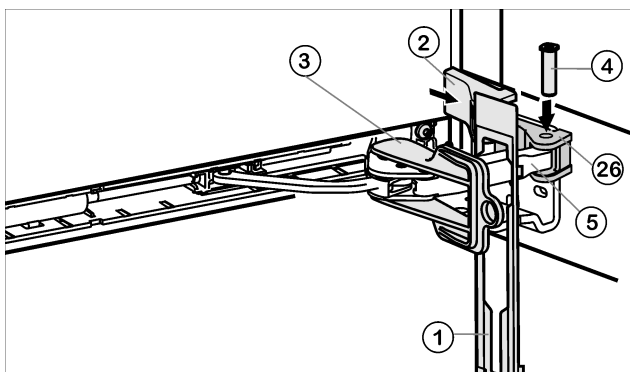

Fig. 11
- Attaccare il pannello Fig. 11 (1) sulla staffa dell'ammortizzatore, in modo che i ganci di fermo puntino in avanti e verso il lato anteriore dell'apparecchio.
- Tirare la staffa dell'ammortizzatore Fig. 11 (5) verso l'elemento di supporto Fig. 11 (26) e reinserire dall'alto il perno Fig. 11 (4), in modo che il quadrato alloggi nell'incavo.
- Applicare la copertura Fig. 11 (2) e innestare.
- Togliere la protezione Fig. 11 (3) torcendo.
- Inserire il pannello Fig. 11 (1) nella porta e innestare in posizione.